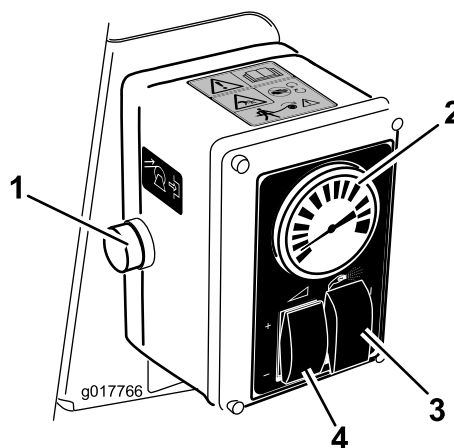

图21
5. 将喷洒选择开关设定于手喷枪喷洒位置（图21）。
6. 调节喷洒率控制开关和油门，将压力（压力读数显示于压力表上）增加或减小至想要的设置（图21）。